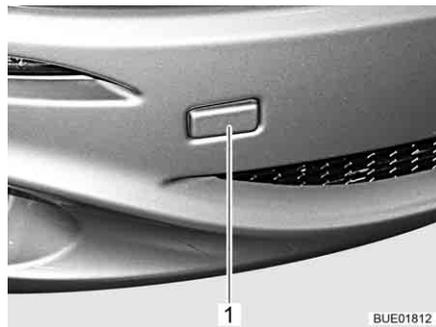

Fig. 46 Copertura per l'alloggiamento dell'occhione di traino (esempio)
- Rimuovere la copertura (Fig. 46,1).